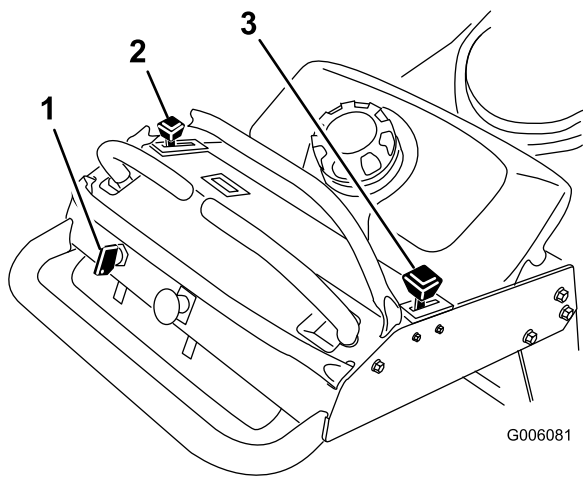

Figura 6
4. Mueva el control del acelerador a la posición Rápido y mueva la palanca del estérter a la posición de Conectado antes de arrancar el motor si éste está frío (Figura 6).
- Mueva la palanca del acelerador a lento (Figura 6).